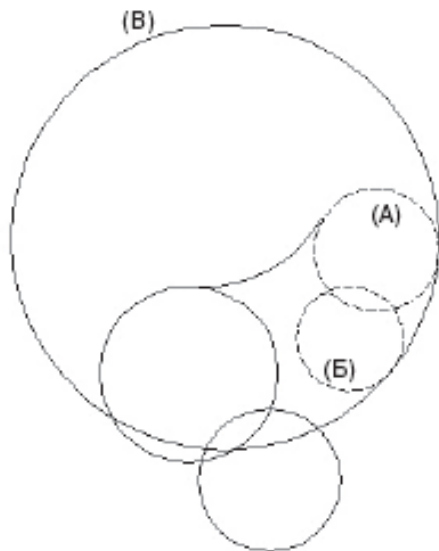
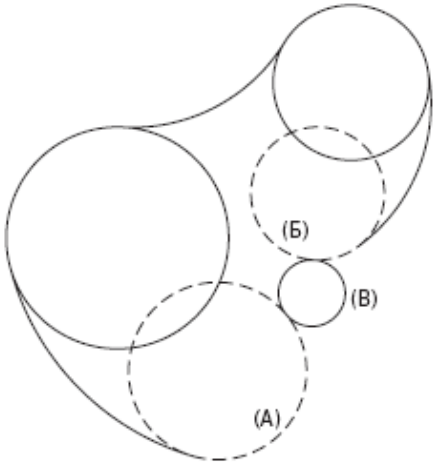

Рис. 4.7. Побудова дуги із радіусом 6.00
Рис. 4.9. Побудова дуги з радіусом 0.75
Запустіть команду «Коло», задайте параметр **ККР** і побудуйте коло **радіусом 6.00**, дотичну до двох кіл, показану на рис. 4.7 штриховими лініями. Запустіть команду «Обрізати» і видаліть частину кола **В**.
**(Виділіть два кола, показані на рис. 4.7 штриховими лініями)**
Запустіть команду **«Коло»**, задайте параметр **ККР** і побудуйте коло радіусом 0.75, дотичну до двох кіл, показаним на рис. 4.9 штриховими лініями. Запустіть команду **«Обрізати»** і видаліть частину кола **В**. Запустіть команду **«Коло»**, задайте параметр **ККР** і побудуйте коло радіусом 6.00, дотичну до двох кіл, показаним на рис. 4.7 штриховими лініями. Запустіть команду **«Обрізати»** і видаліть частину кола **В**.